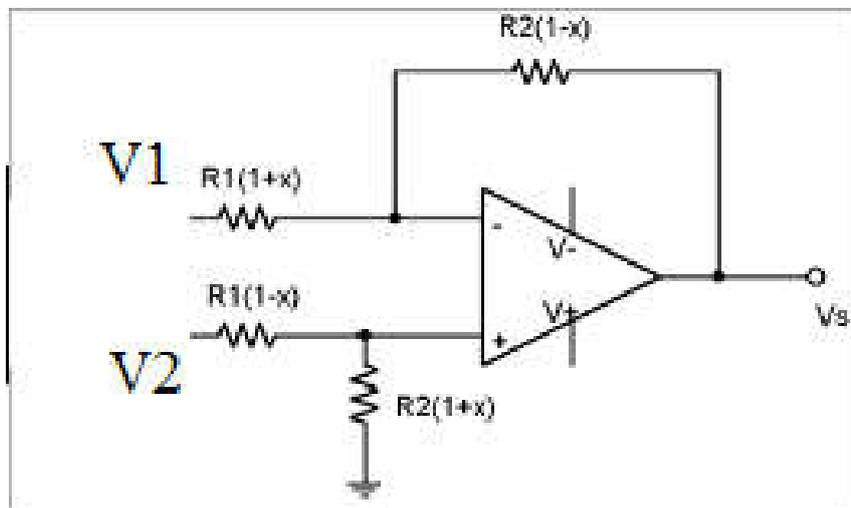

Figure 2: schéma électrique de l'amplificateur de différence compte tenu des dispersions sur les résistances.
- 5) Calculez dans le pire des cas, représenté sur la figure 2, le gain en mode commun G_{mc} . Pour cela, on se placera dans le cas $V_1 = V_2$.
Calculer V_s en fonction de V_1 grâce à la figure 2 et en déduire G_{mc} . On utilisera l'approximation suivante ($x \ll 1$) en fin de calcul. On supposera G_d inchangé.